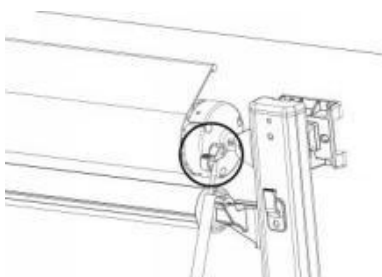

Figure D2
2. Utilisez la tige de traction pour tourner délicatement le levier à cliquet en position OUVERTE. (Figure D2)